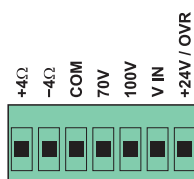

Fig. 4.9.1
Le uscite di potenza per i diffusori sono disponibili sulla morsetteria **OUTPUT (13)** - vedi Fig. 4.9.1.